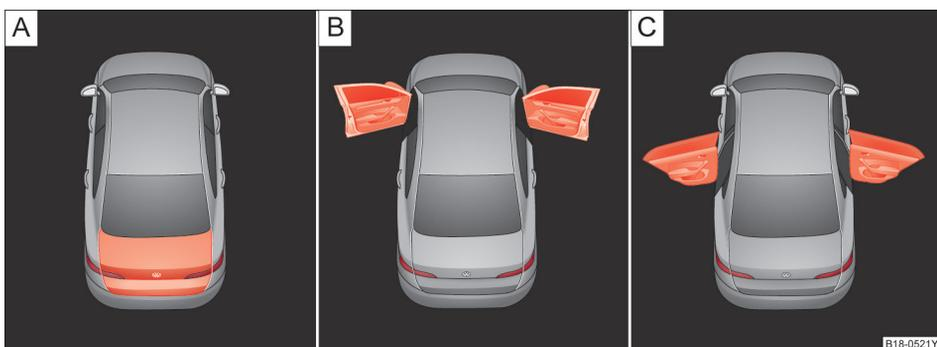

图 13 显示屏显示: **A** 行李厢盖处于打开状态, **B** 前车门处于打开状态, **C** 后车门处于打开状态
- 车门和行李厢盖未关闭  $\Rightarrow$  图 13
$\Rightarrow$  图 13 说明